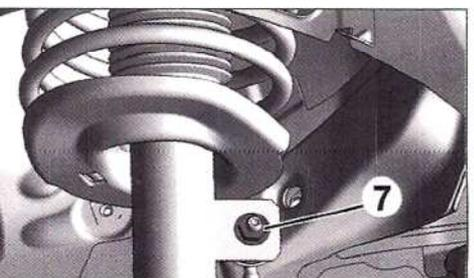

FIG. 4
Desmontar la tuerca de bieleta (7) (Fig.4).